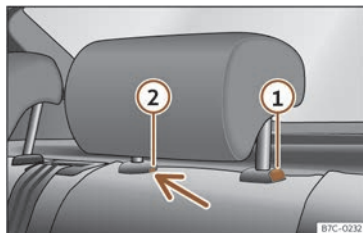

Fig. 99 Appuie-tête arrière : démontage.
- Appuyez sur la touche >>> fig. 99 ①, en appuyant en même temps sur l'orifice de sécurité ② avec un tournevis plat de 5 mm de largeur maximum et retirez l'appuie-tête.